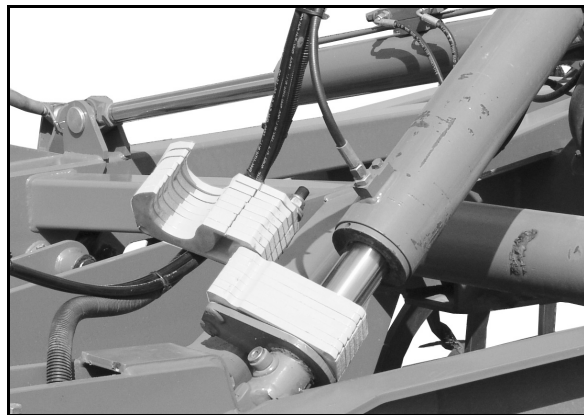

Fig. 48
- på hydraulikksylinderen i drivverket (Fig. 48),